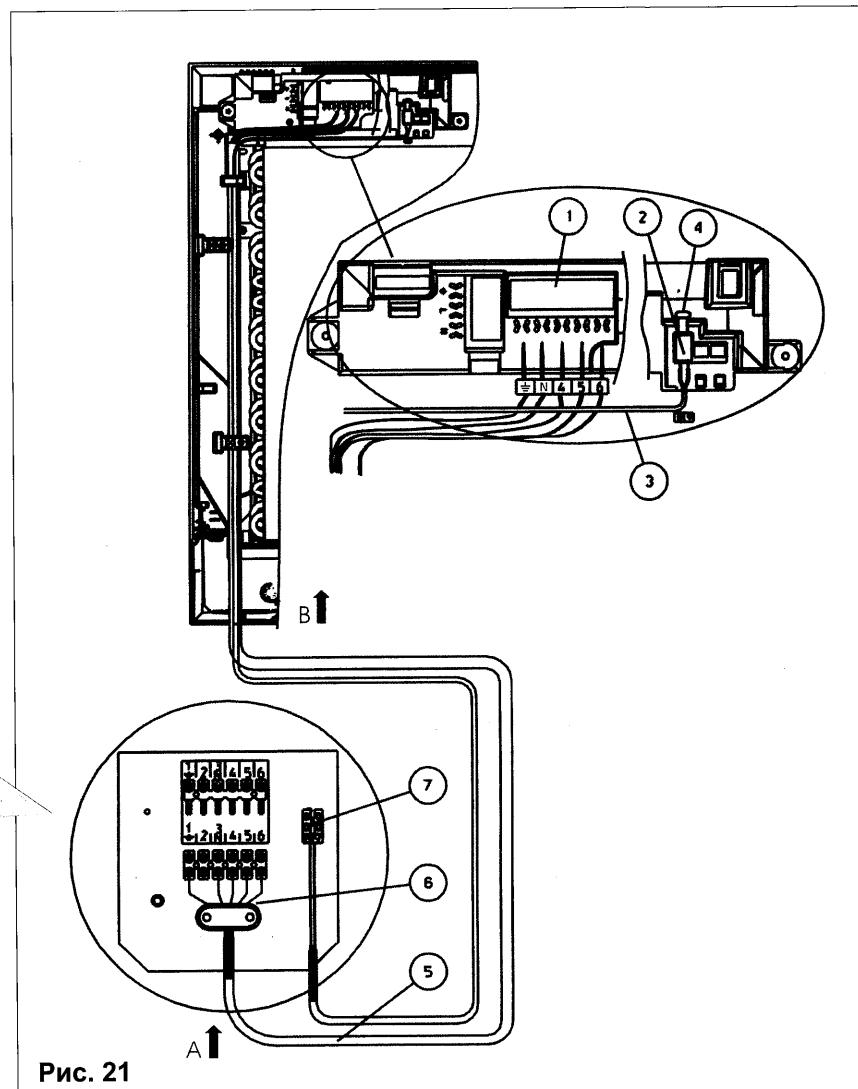

Рис. 21
3. Подсоединить концы проводов к контактным колодкам комнатного и наружного агрегатов, как показано на рис. 21.
5. Зачистить концы двухжильного кабеля для соединения, как показано на рис. 21.
6. Отсоединить резистор (4) комнатного агрегата и взамен подсоединить двухжильный кабель (3).
7. Подсоединить второй конец двухжильного кабеля к контактной колодке для двухжильного кабеля на наружном агрегате (7).